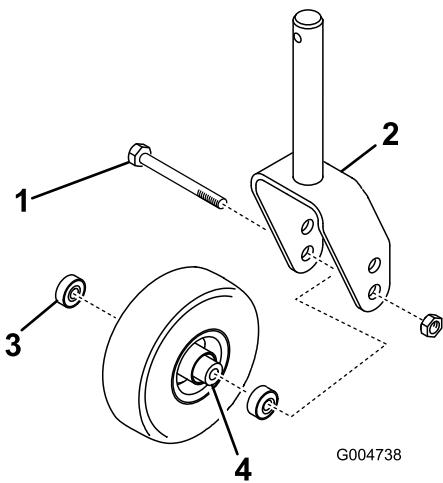

Figure 82
1. Retirez le contre-écrou du boulon vis de fixation de l'ensemble roue pivotante entre la fourche (Figure 82) ou le bras pivotant (Figure 83). Maintenez la roue pivotante et sortez le boulon de la fourche ou du bras pivotant.
2. Enlevez le roulement du moyeu de la roue et laissez tomber la douille d'écartement à l'extérieur (Figure 82 et Figure 83). Enlevez le roulement de l'autre côté du moyeu.